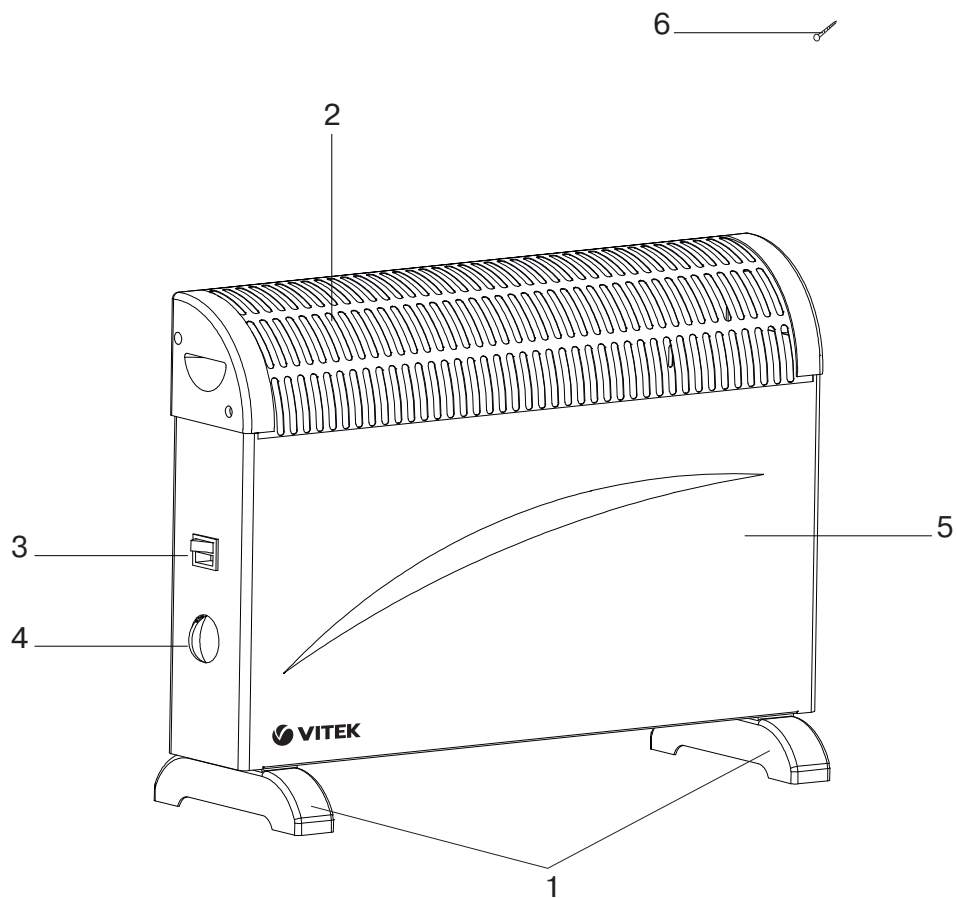

Рис. 1
- Вставьте опорные пластины (1) в отверстия на корпусе (5) конвектора и закрепите их с помощью 4 прилагаемых саморезов (6) (рис. 1).